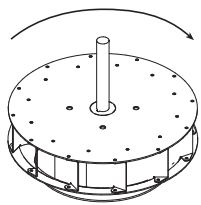

Figura 8
- Para revisar el giro de la rueda, encienda momentáneamente la unidad (y mírela por el lado del eje). El giro debe ser en el sentido de las agujas del reloj, como se muestra en la Figura 8, y corresponder con la calcomanía de giro que se encuentra en la unidad. Si el giro de la rueda es incorrecto, invierta dos de los conductores del cableado o revise el cableado del motor para una fase. Se deben revisar y verificar las RPM del ventilador con un tacómetro.